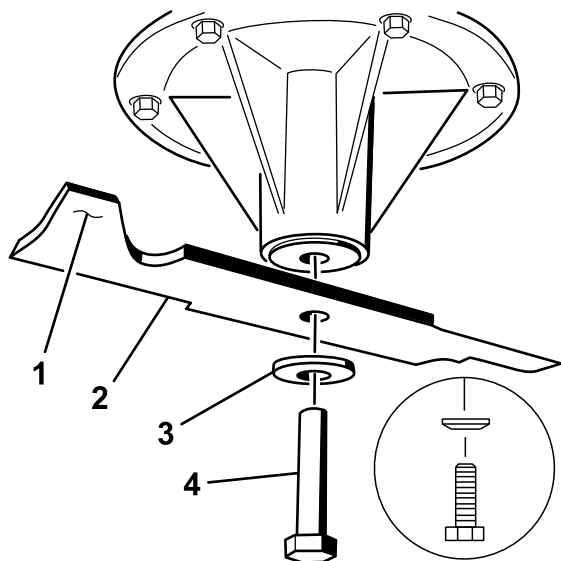

Bild 102
- Setzen Sie das Messer auf die Spindelwelle (Bild 102).
- Setzen Sie die Federscheibe und die Messerschraube ein. Der Konus der Federscheibe muss bei der Installation in Richtung Schraubenkopf zeigen (Bild 102). Ziehen Sie die Messerschraube mit 115-150 Nm an.